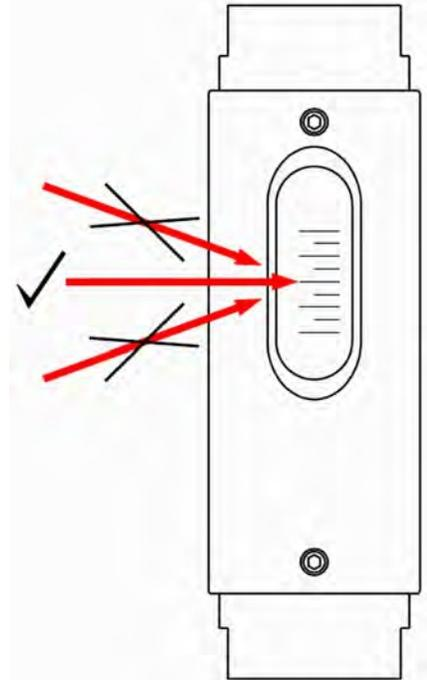

Abb. 34: Messkala ablesen
2. ➤ Geradeaus auf die Messskala blicken (Abb. 34, mittlerer Pfeil). Durch einen Blickwinkel von oben oder unten kann der Ableswert verfälscht werden